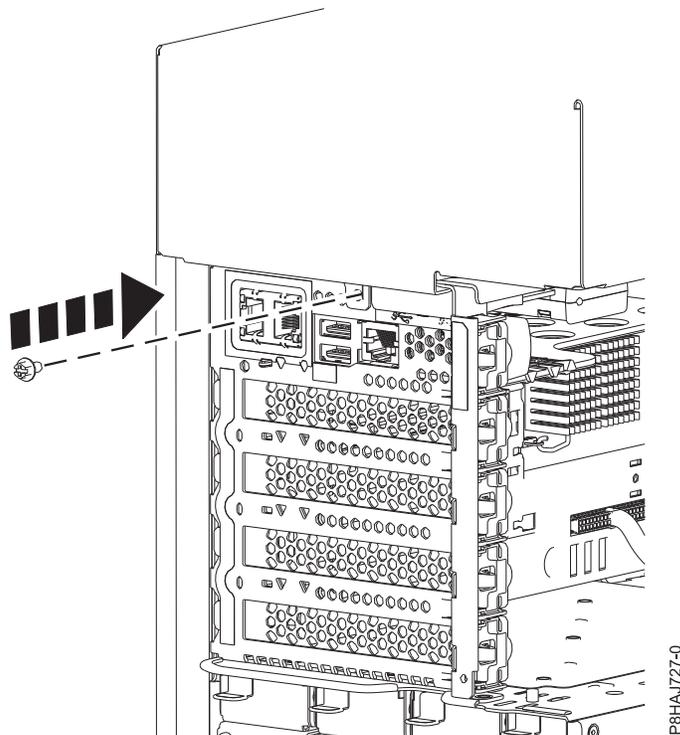

Abbildung 182. Schraube der Seitenabdeckung bei einem eigenständigen System vom Typ 8286-41A anbringen
5. Bringen Sie die hintere Schraube der Seitenabdeckung mit einem Kreuzschlitz-Schraubendreher an (siehe Abb. 182 auf Seite 221).